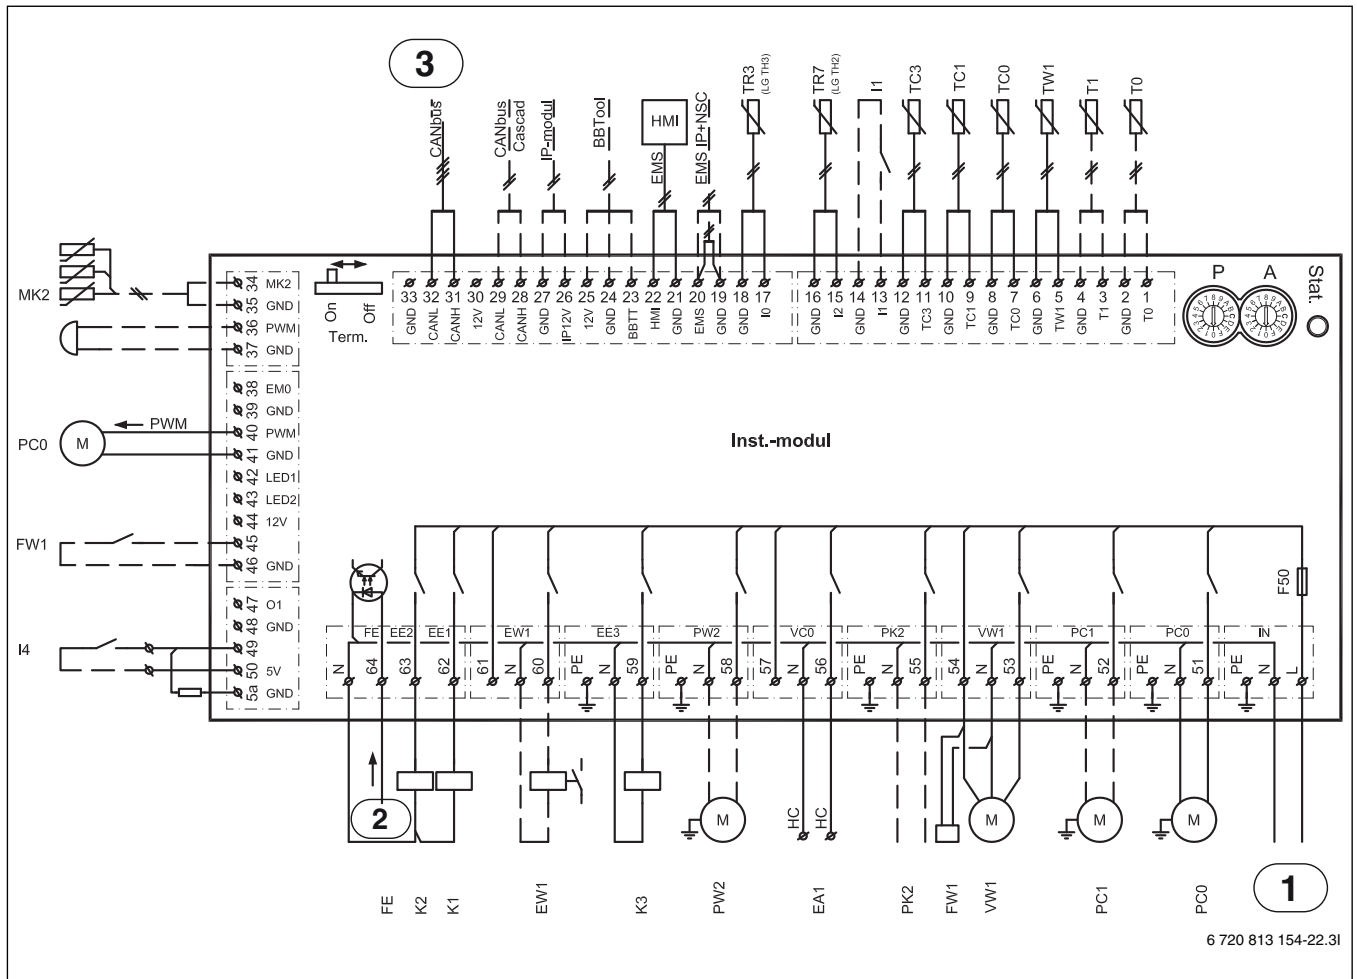

Fig. 35 Esquema de mando módulo de instalación
- [1] Tensión de funcionamiento módulo de instalación ([1] fig. 35)
- [2] Salida de alarma resistencia eléctrica ([2] fig. 35)